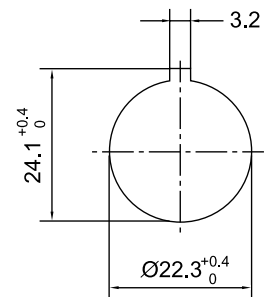

图1
- 如果面板开孔为：（图1）
厂方建议按（图1）尺寸开孔，以防止由于不正当安装导致按钮整体转动。